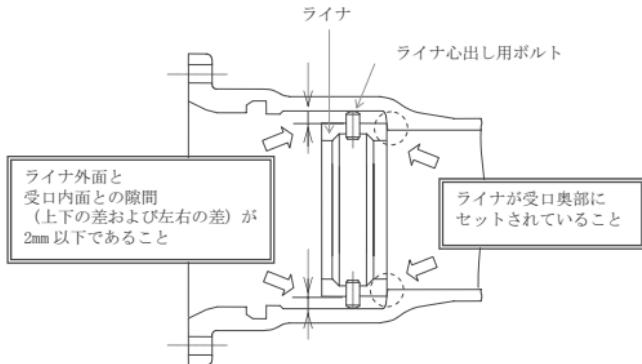

図 38 ライナの心出しの確認方法
② ライナが動き出さないよう支えながら、六角棒スパナを用いて、ライナ心出し用ボルトをねじ出し、ライナの心出しを行う。心出し作業はライナ外面と受口内面との隙間を金尺などで確認しながら行い、上下の隙間の差および左右の隙間の差が、どちらも 2 mm 以下となるようにする。
③ ライナを木製くさびなどで持ち上げた場合、ライナの心出しを行った後、ライナが動かないようにくさびを取り除き、再度上下の隙間の差と左右の隙間の差が 2 mm 以下であることを確認する。
④ 最後に、ライナが受口奥部にセットされていること、およびライナ心出し用ボルトの全数が受口内面に接するまで締め付けられていて、がたつきがないことを確認する（図 38 参照）。